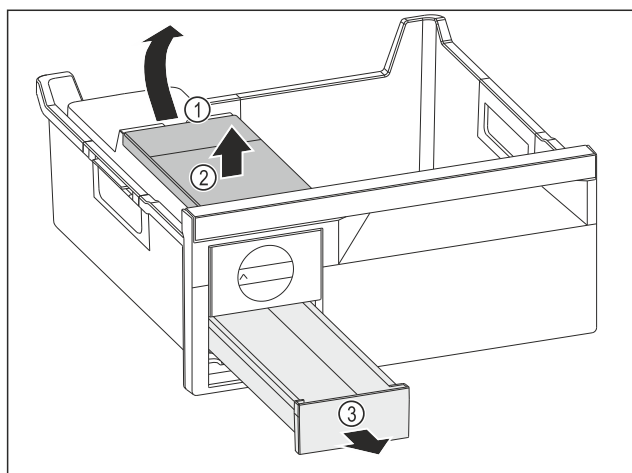

Fig. 111
- ▶ Estrarre il serbatoio dell'acqua: Sollevare il serbatoio dell'acqua nel vano Fig. 111 (1).
- ▶ Estrarre il serbatoio dell'acqua Fig. 111 (2) verso l'alto.
- ▶ Estrarre il cassetto del ghiaccio Fig. 111 (3) in avanti.